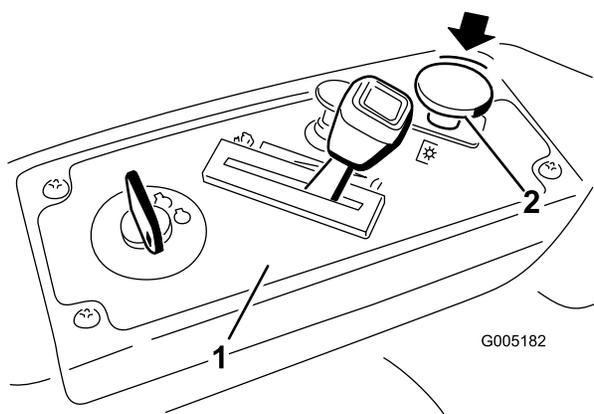

Figura 11
- Desengrane las cuchillas moviendo el mando de control de las cuchillas a Desengranado (Figura 11)
- Desengrane las cuchillas moviendo el mando de control de las cuchillas a Desengranado (Figura 11).